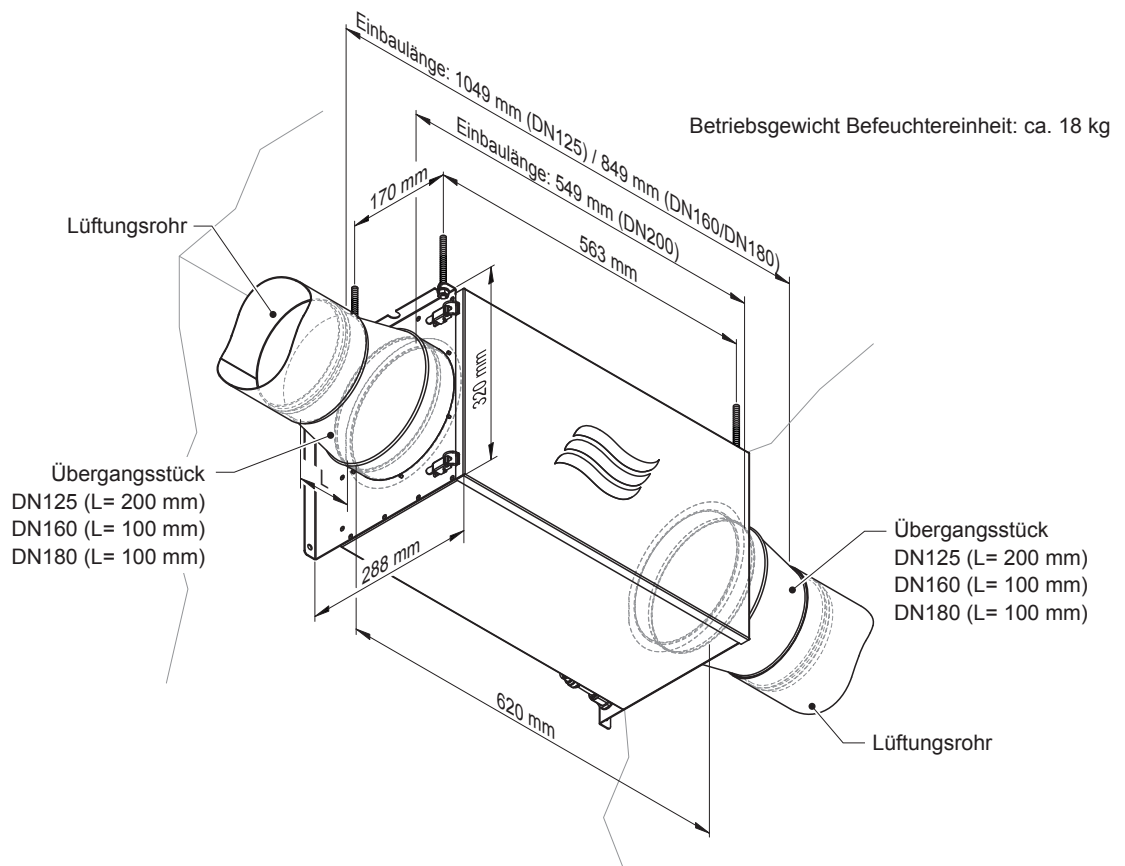
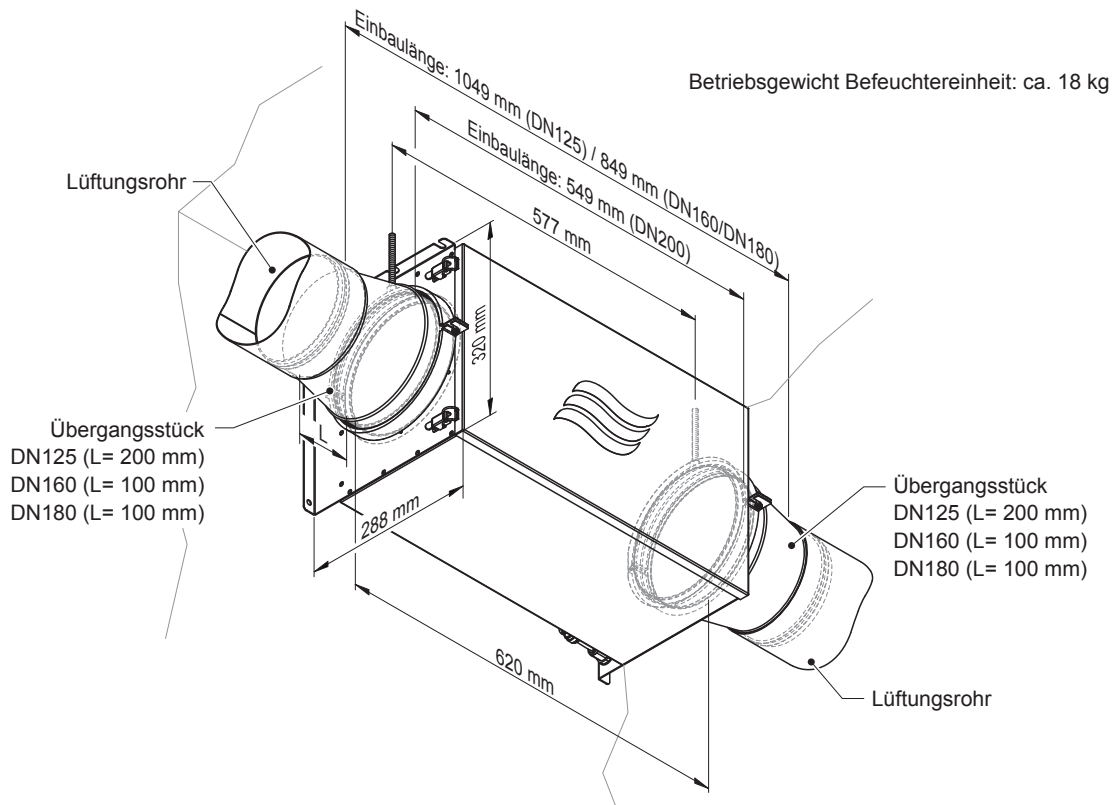

Abb. 7: Masse Deckenmontage mit Gewindestangen
Abb. 8: Masse Deckenmontage mit Rohrschellen
- Die Decke/Wand an der die Befeuchtereinheit bzw. die Hydraulikeinheit montiert wird, muss eine ausreichende Tragfähigkeit aufweisen und für die Befestigung geeignet sein (siehe *Abb. 7*, *Abb. 8* und *Abb. 8*).
Deckenmontage mit Gewindestangen: Die Befeuchtereinheit wird mit vier Gewindestangen und Muttern an der Decke befestigt (siehe *Abb. 7*). Das Befestigungsmaterial ist nicht im Lieferumfang enthalten.
Alternative Deckenmontage mit Rohrschellen: Die Befeuchtereinheit wird mit zwei Rohrschellen $\varnothing 200$ mm an der Decke befestigt (siehe *Abb. 8*). Das Befestigungsmaterial ist nicht im Lieferumfang enthalten.
Wandmontage: Die Befeuchtereinheit wird mit 4 Dübeln und Schrauben (mitgeliefert) an der Wand befestigt (siehe *Abb. 8*).